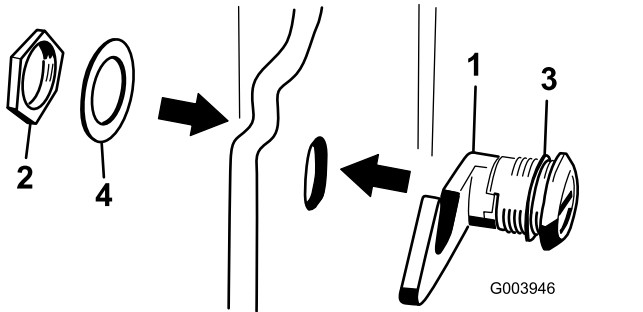

Bild 20
3. Nehmen Sie die Mutter vom Motorhaubenriegel ab (Bild 20).